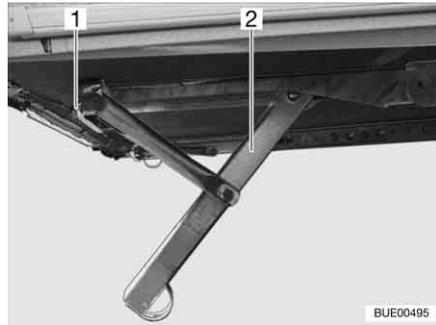
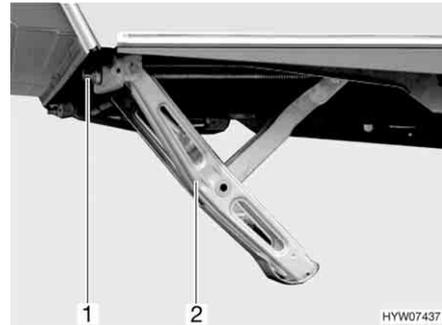

Bild 20 Kurbelstütze heruntergekurbelt (Variante 1)
Bild 21 Kurbelstütze heruntergekurbelt (Variante 2)
- Die serienmäßig beigelegte Handkurbel auf den Sechskant (Bild 20,1 oder Bild 21,1) der Kurbelstütze (Bild 20,2 oder Bild 21,2) stecken.